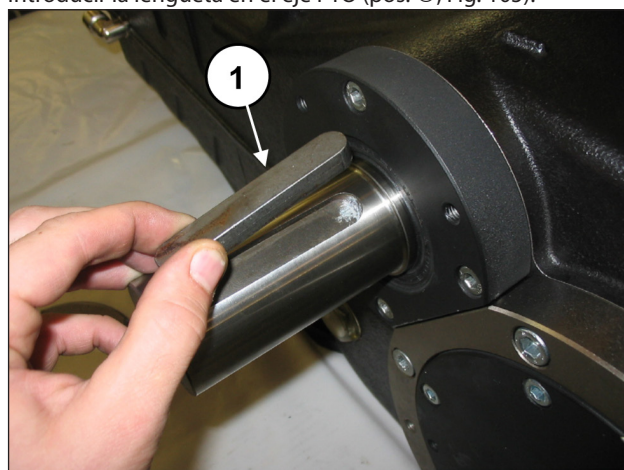

Fig. 105
Introducir la lengüeta en el eje PTO (pos. ①, Fig. 105).